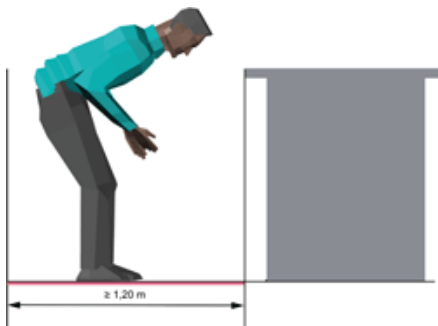

Abb. 4: Mindestdiefe der Bewegungsfläche für Arbeitsplätze mit stehender nicht aufrechter Körperhaltung (Quelle: VBG Hamburg [www.vbg.de])
(1) Die Tiefe der Bewegungsfläche an Arbeitsplätzen mit stehender nicht aufrechter Körperhaltung muss mindestens 1,20 m betragen (siehe Abb. 4).